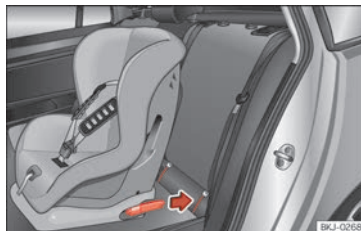

Abb. 36 Rücksitz: Einbau des Kindersitzes mit dem ISOFIX-System.
- Schieben Sie den Kindersitz auf die ISO-FIX/i-Size-Halteösen, bis er hörbar einrastet »» (Abb. 36). Wenn der Kindersitz über eine Top Tether-Verankerung verfügt, befestigen Sie ihn an der entsprechenden Öse »» S. 62. Befolgen Sie die Anweisungen des Kindersitzherstellers.